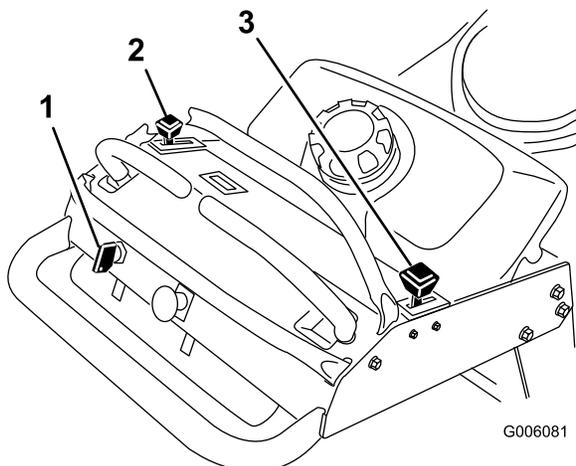

Figura 8
4. Mueva el control del acelerador a la posición Rápido y mueva la palanca del estérter a la posición de Conectado antes de arrancar el motor si éste está frío (Figura 8).
2. Mueva la palanca del acelerador a lento (Figura 8).